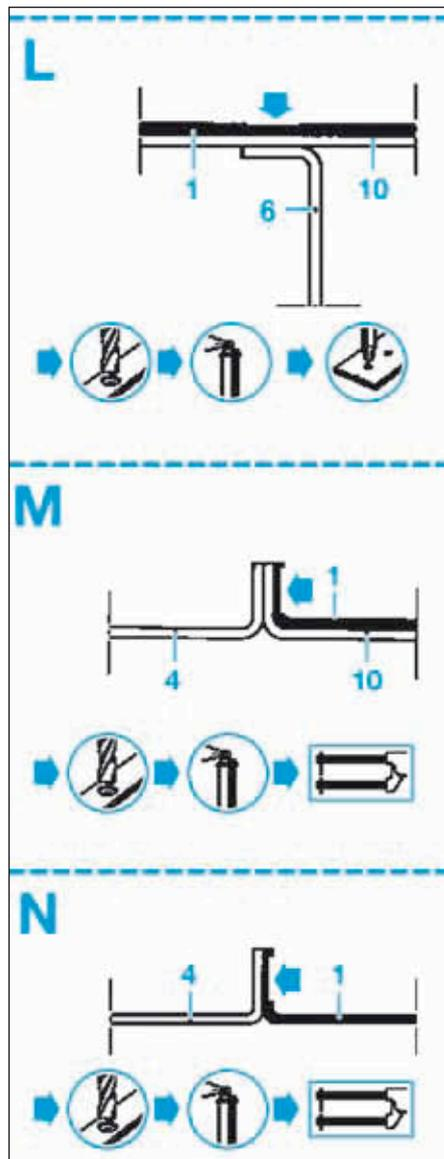

FIG.112
- Tracer puis percer à l'aide d'un foret pour un soudage ultérieur par points (Fig.110), (Fig.111) et (Fig.112).